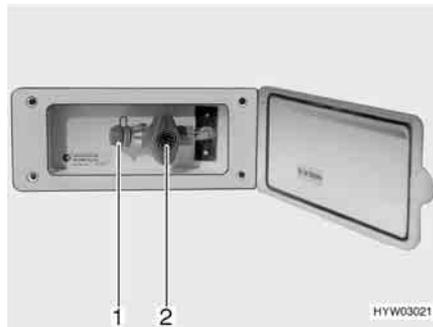

Fig. 80 Presa gas esterna, rubinetto di arresto del gas chiuso
La presa gas esterna (Fig. 80) si trova, a seconda del modello, nella parte posteriore o sul lato destro o sinistro del veicolo.
- Collegare l'apparecchio a gas esterno all'attacco (Fig. 80,1).
- Aprire il rubinetto di arresto del gas (Fig. 80,2).